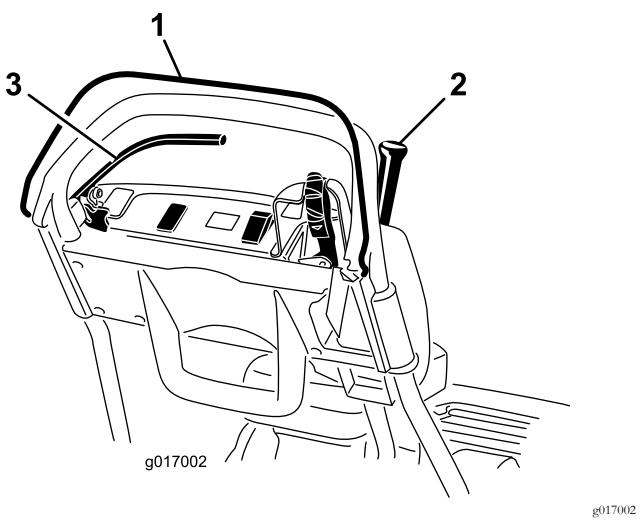

図 36
2. OPCを解除した状態で、走行レバーを入れる図 36。レバーが入らなければ正常。走行レバーが入るのはインタロックシステムの異常であるから修理する。必ず修理してから使用すること。
3. OPCを押し、走行レバーを入れた状態から OPCを解除する図 36。走行レバーが外れれば正常。走行レバーが外れないのはインタロックシステムの異常であるから修理する。必ず修理してから使用すること。
4. OPCを押し、シフトレバーを左に入れた状態から走行・リール回転にセットし、OPCを解除する図 36。走行レバーが外れれば正常。走行レバーが外れないのはインタロックシステムの異常であるから修理する。必ず修理してから使用すること 走行インタロックスイッチの整備(ページ 35)を参照。